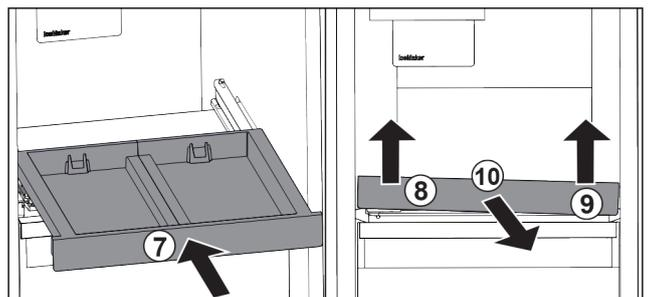

Fig. 101
- ▶ Zasuňte vyťahovaciu poličku. Fig. 101 (7)
- ▶ Nadvihnite vyťahovaciu poličku vpredu vľavo. Fig. 101 (8)
- ▶ Nadvihnite vyťahovaciu poličku vpredu vpravo. Fig. 101 (9)
- ▶ Odoberte vyťahovaciu poličku dopredu. Fig. 101 (10)